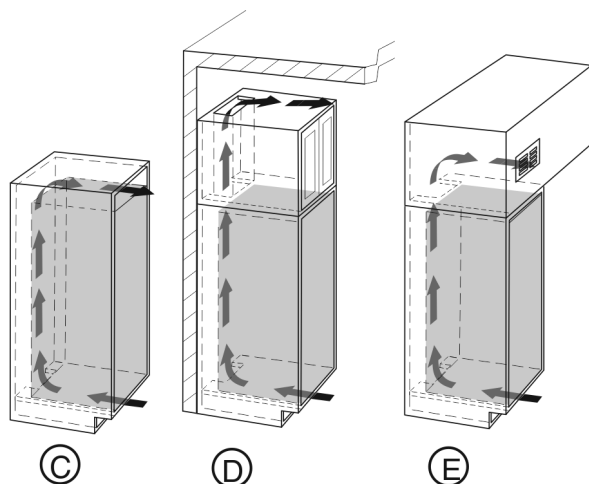

Fig. 7
- L'espace de ventilation du dessus peut être réalisé directement au-dessus de l'appareil avec une grille de ventilation disponible en option *Fig. 7 (C)*, au-dessus du placard *Fig. 7 (D)* à proximité du plafond ou comme bouche de sortie d'air dans un faux plafond *Fig. 7 (E)*.